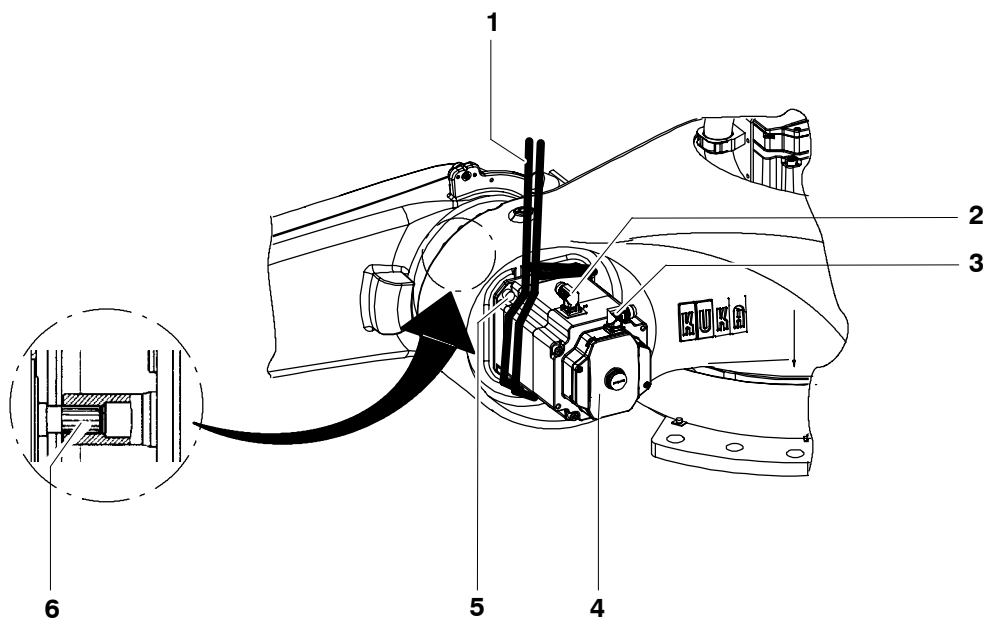

Fig. 110 Démontage et montage de l'entraînement de l'axe majeur A2
- (2) Desserrer et retirer les connecteurs XM2 et XP2 des connecteurs femelles (Fig. 110/3, 2).
- (3) Dévisser les quatre vis à six pans creux M12x30-8.8 (5) sans néanmoins les dévisser.
- (4) Bloquer l'entraînement de l'axe majeur A2 (4) avec le dispositif de levage (1).
- (5) Dévisser les quatre vis à six pans creux M12x30-8.8 (5) sans oublier les rondelles-frein et enlever l'entraînement de l'axe majeur A2.
- (1) Le cas échéant, procéder à la déconservation du nouvel entraînement de l'axe majeur A2.
- (2) Avant le montage, nettoyer les dents du servomoteur à courant triphasé (Fig. 110/6) et du réducteur, les contrôler, puis les enduire légèrement mais sur toute la surface avec du Microlube GL 261. Remplacer les pièces endommagées.
- (3) Monter l'entraînement de l'axe majeur A2 (4) avec le dispositif de levage (1).